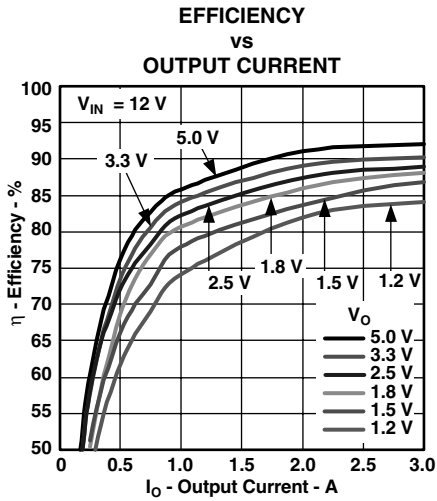
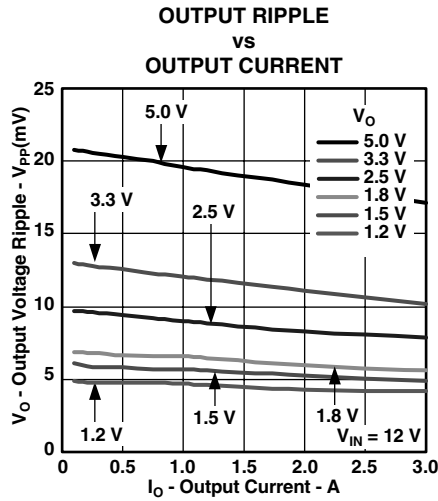
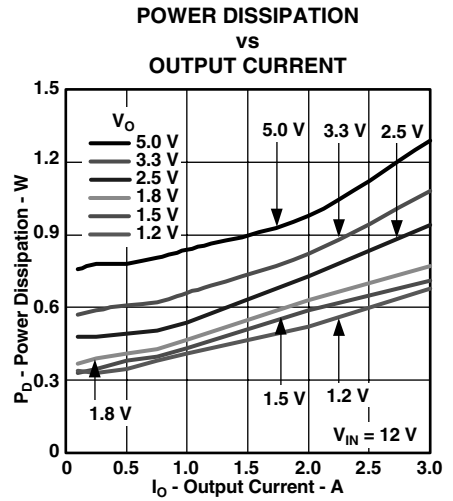

図 1
図 2
図 3
- (1) この電気的特性データは、実際の製品を25°Cでテストして得られたものです。このデータは、コンバータの代表的なデータと考えられます。図1、図2、および図3に対して適用されます。